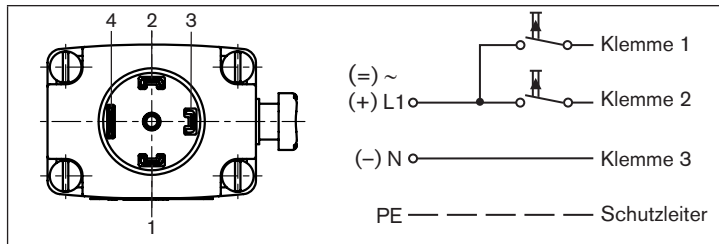

Bild 4: Elektrischer Anschluss - Impulsausführung (CF 02)
- Wie in „Bild 4“ anschließen. Impuls auf Klemme 1 schließt das Ventil, Impuls auf Klemme 2 öffnet das Ventil.